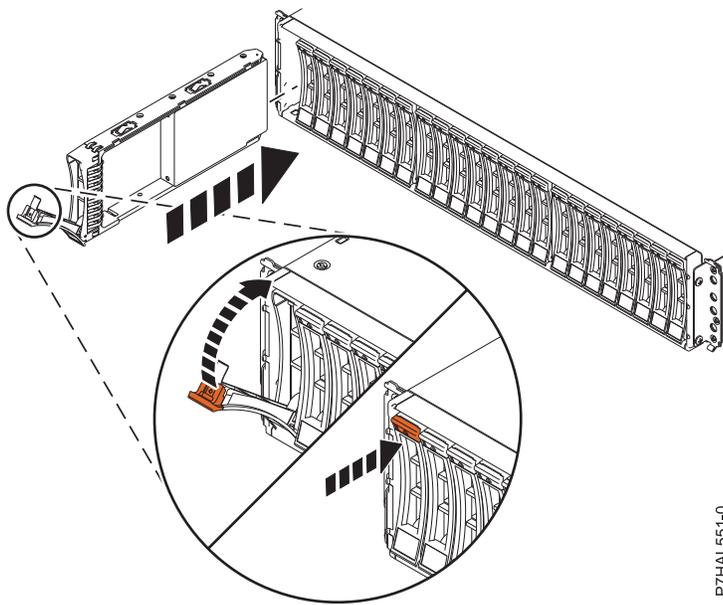

Figura 25. Instalación o sustitución de la unidad de disco en el Alojamiento de unidad de disco 5887
2. Con el asa en la posición de desbloqueo mostrada en Figura 25 en la página 26, sostenga la unidad por la parte inferior mientras la alinea con los rieles de guía en el alojamiento.
4. Bloquee la unidad girando el asa de la bahía (A) en la dirección que se muestra en la Figura 25.